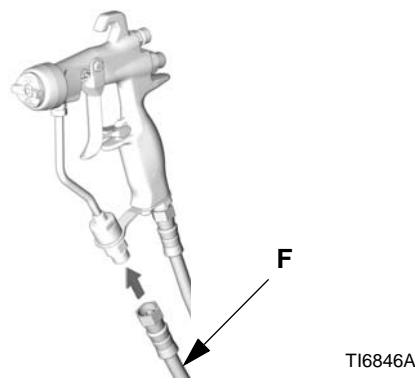

FIG. 4
2. Ligue o tubo flexível de produto (F) à entrada de produto da pistola. Consulte FIG. 4. Se desejar, instale um conector giratório (189018) na entrada da pistola, para poder maneja-la melhor. Consulte Acessórios, página 35.